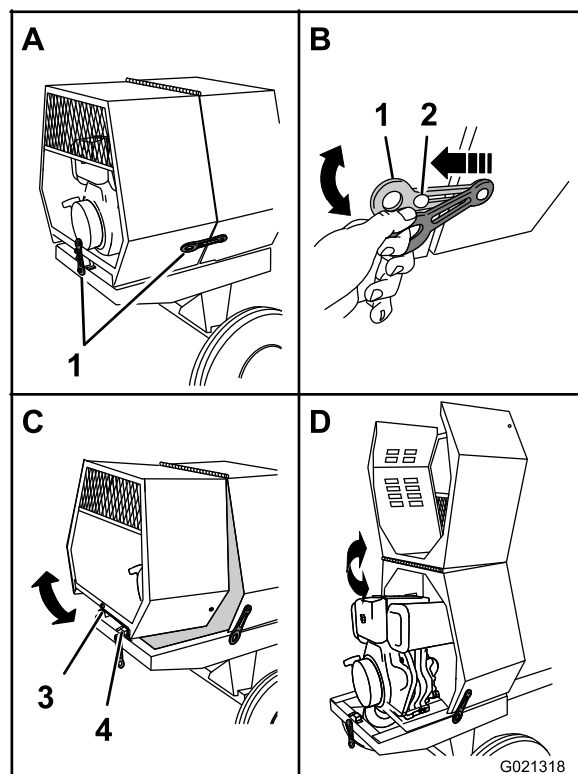

Figura 20
3. En la parte trasera de la máquina donde la cubierta trasera se une al bastidor de la máquina, sujete el anillo del cierre y retírelo del anclaje de la cubierta (**Figura 20**).
4. Gire la cubierta trasera hacia arriba y hacia adelante hasta que quede colocada sobre la cubierta delantera (**Figura 20**).
1. En el lado de la máquina, en la unión entre la cubierta delantera y la trasera, agarre el anillo del cierre y desengánchelo del anclaje de la cubierta trasera (**Figura 20**).
1. Gire la cubierta trasera hacia atrás y hacia abajo hasta que el alojamiento situado en el centro del borde inferior esté alineado con el perfil en V y enrasado con el bastidor de la máquina (**Figura 20**).
4. Repita el paso **3** en el otro lado de la máquina (**Figura 20**).